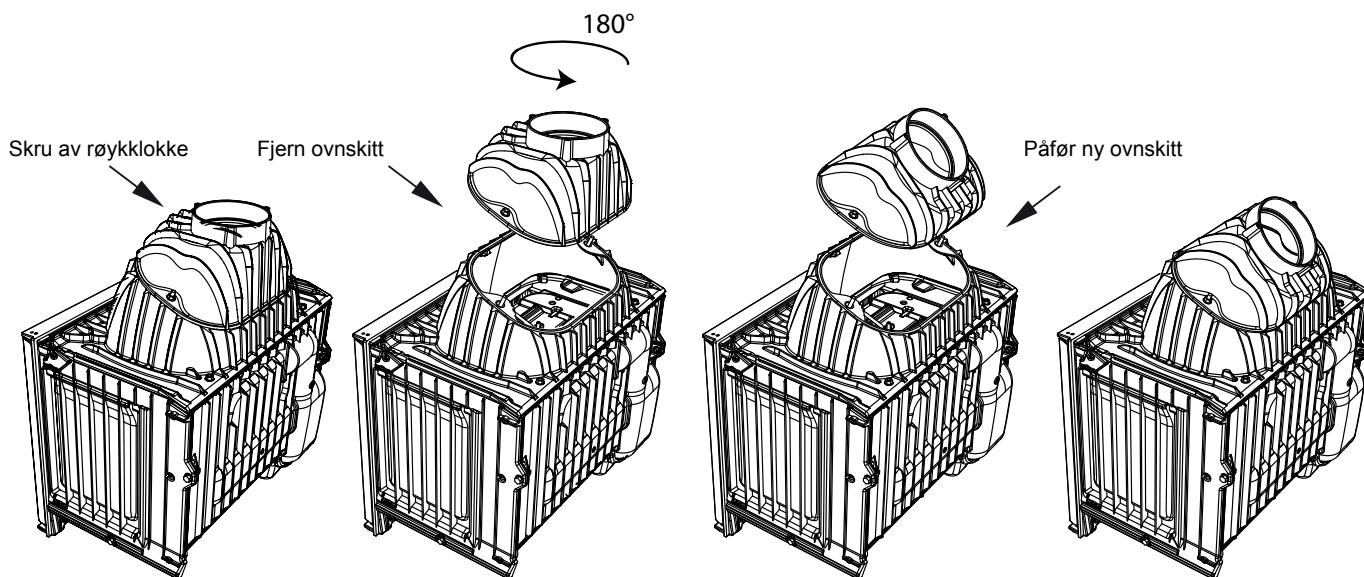

Fig. 5 Endre røykuttaket fra topp til 45°
3. Peis med røykklokke 2175 kommer ferdig montert med røykuttaket på toppen. Ønskes røykuttaket i 45° må den øvre delen av røykklokken løsnes og dreies som vist på fig.5. Fjern det gamle ovnskittet med en meisel eller skrujern. Påfør nytt ovnskitt og fest røykklokken.